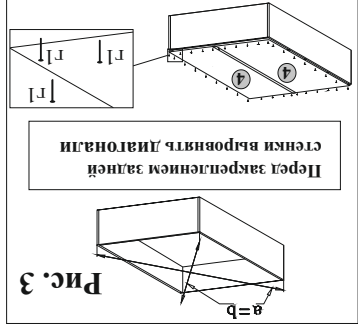

Рис. 3
5.5. Уложить корпус шкафа передней частью вниз на ровную поверхность и выровнять по диагонали. Уложить задние стенки 4 на корпус шкафа, предварительно соединив их при помощи соединительной планки **пс**, закрепить на корпусе шкафа гвоздями **г1** при помощи молотка (рис. 3).